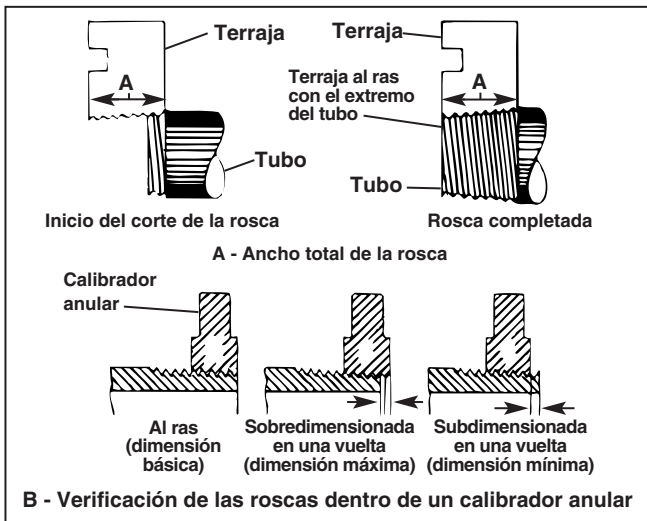

Figura 14 – Verificación de la longitud de la rosca
1. La rosca tiene la longitud correcta cuando el extremo del tubo queda al ras con el borde de las terrajas (Figura 14).
2. El cabezal de terrajas puede regularse para obtener el diámetro de rosca necesario. Si es posible, chequéela con un calibrador o medidor anular de roscas (Figura 14). La rosca está bien cortada si el extremo del tubo se encuentra a más/menos una